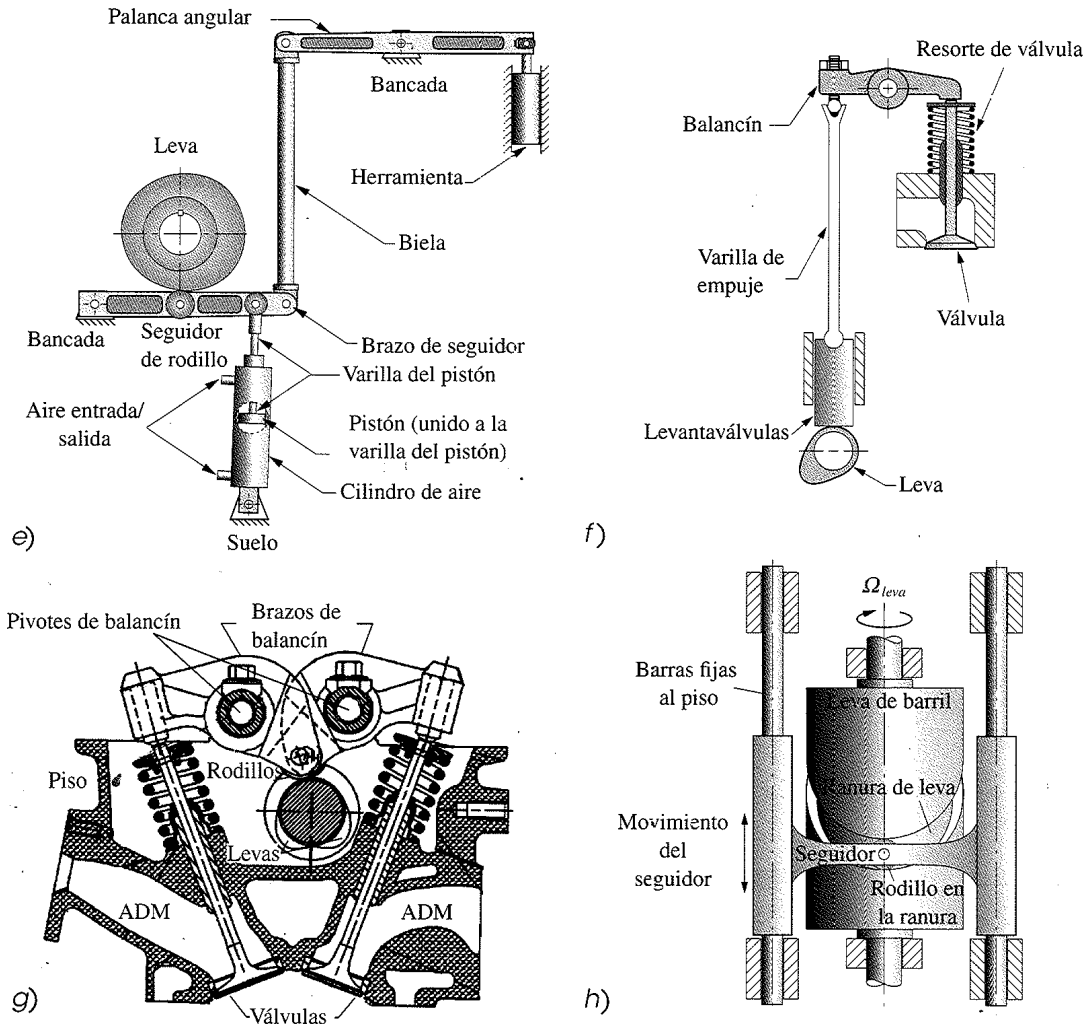

FIGURA P2-1 Parte 2 Eslabonamientos para los problemas 2-7 y 2-8
*2-7 Calcule los *GDL* de los eslabonamientos asignados de la figura P2-1 partes 1 y 2.
*2-8 Identifique los elementos en la figura P2-1 como mecanismos, estructuras o estructuras precargadas.